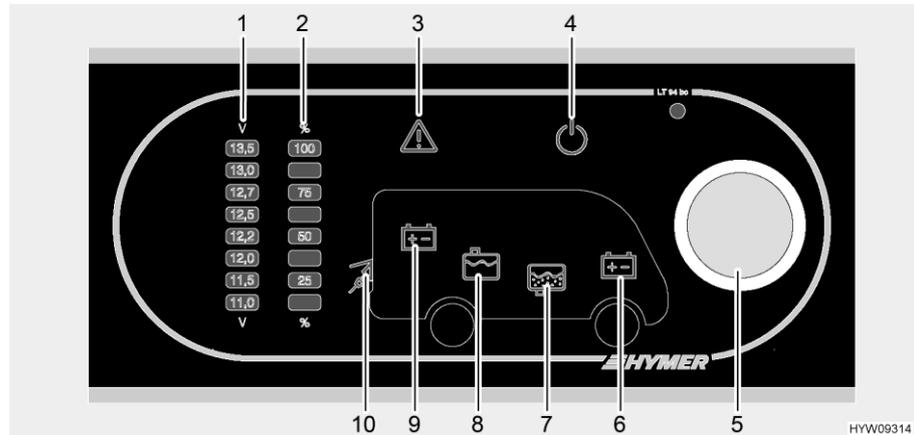

Fig. 144 Panel (LT 94)
El pulsador giratorio (Fig. 144,5) conecta y desconecta el panel y la alimentación de 12 V del habitáculo.
- Presionar el pulsador giratorio (Fig. 144,5): La alimentación de 12 V del habitáculo está conectada. La luz de control de 12 V (Fig. 144,4) se enciende.
- Presionar el pulsador giratorio (Fig. 144,5): La alimentación de 12 V del habitáculo está desconectada. Se apaga la luz de control de 12 V (Fig. 144,4).
A través del pulsador giratorio (Fig. 144,5) se puede consultar tanto la tensión de la batería del habitáculo como la tensión de la batería del motor de arranque. La tensión es indicada en la escala indicadora de la tensión de batería (Fig. 144,1).
- Girar el pulsador giratorio (Fig. 144,5) hasta que esté iluminado el símbolo de la batería para la cual se habrá de consultar la tensión.
Se indica la tensión de la batería del habitáculo (Fig. 144,9)
Se indica la tensión de la batería del motor de arranque (Fig. 144,6)
- Leer la tensión en la escala indicadora Tensión de batería (Fig. 144,1).
A través del pulsador giratorio (Fig. 144,5) se puede consultar tanto el nivel de llenado del depósito de agua como el nivel de llenado del depósito de aguas residuales. El nivel de llenado es indicado en la escala indicadora Nivel de llenado del depósito (Fig. 144,2).
- Girar el pulsador giratorio (Fig. 144,5) hasta que esté iluminado el símbolo del depósito para el cual se habrá de consultar el nivel de llenado.
Se indica el nivel de llenado del depósito de agua (Fig. 144,8)
Se indica el nivel de llenado del depósito de aguas residuales (Fig. 144,7)
- Leer el nivel de llenado la escala indicadora Nivel de llenado del depósito (Fig. 144,2).
La luz de alarma Alarma (Fig. 144,3) parpadeará tan pronto se sobrepase o se quede abajo de valores límite definidos.
La luz de alarma Alarma (Fig. 144,3) parpadeará tan pronto la tensión de la batería quede abajo de 11 V. En caso de que esté conectada la alimentación de 12 V, adicionalmente estará iluminado el símbolo de batería correspondiente (Fig. 144,6 ó 9), y la indicación "11,0" de la escala indicadora Tensión de batería (Fig. 144,1) parpadeará. Amenaza de descarga completa.
La luz de alarma Alarma (Fig. 144,3) parpadeará y el símbolo del depósito correspondiente (Fig. 144,7 ó 8) estará iluminado tan pronto esté vacío el depósito de agua o lleno el depósito de aguas residuales.
Se enciende la luz de control de 230 V (Fig. 144,10) cuando hay tensión de red en la entrada del bloque eléctrico.